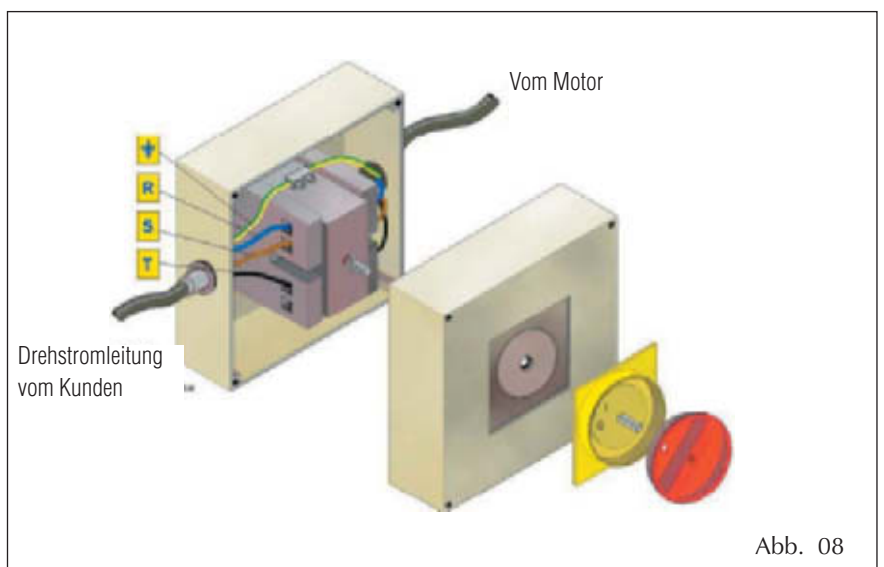

Abb. 08
**Anmerkung: Auf jeden Fall immer am vom Hersteller gelieferten Schaltplan des Motors, am Typenschild und an den Klemmen prüfen, wie der Anschluss zu erfolgen hat. Auf Anfrage kann für die Ausführungen von 050 bis 750 eine leicht zugängliche Abzweigdose geliefert werden. Für die letzten drei Größen von 850 bis 1100 (Abb. 08) wird diese immer mitgeliefert.**